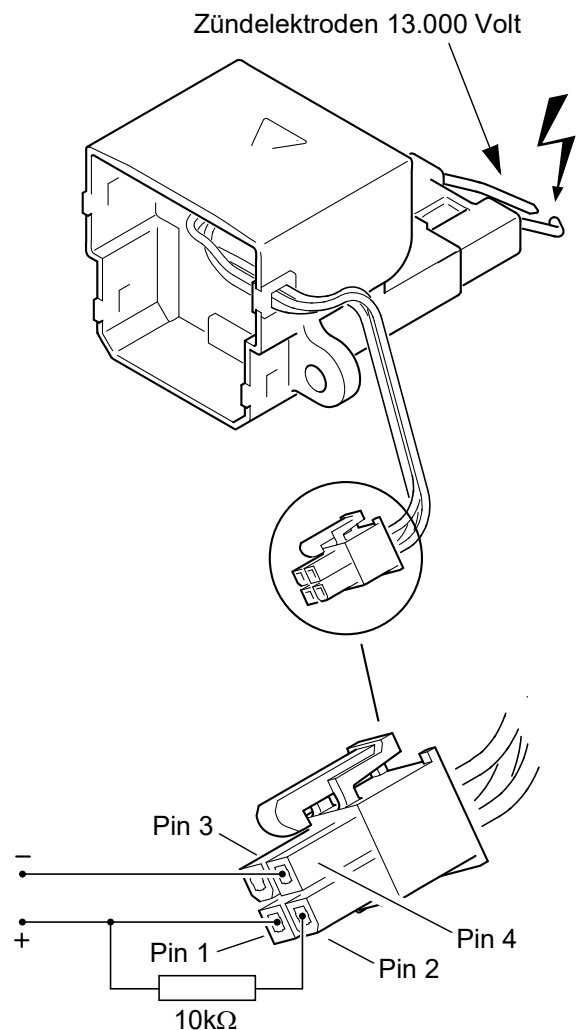

Abb. 507
- Gleichspannung von 24 Volt gemäß Abb. 507 anlegen (10kOhm an SE-Eingang).